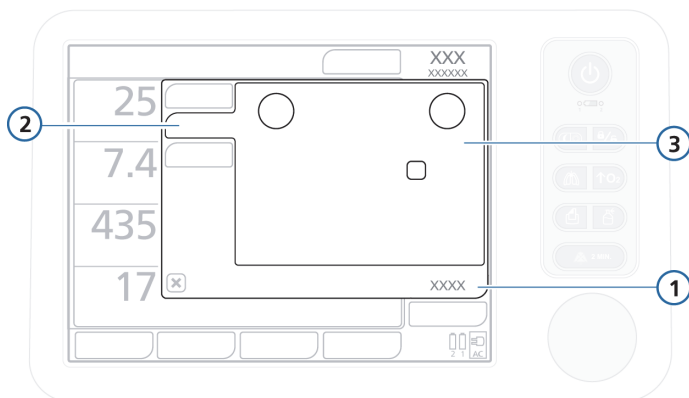

**Рисунок 5-6. Настройки на вкладке «Больше»
3. Откройте окно «Управление» -> «Больше» (рис.5-6), после чего выберите и измените необходимые параметры.
2. Откройте окно «**Управление**» -> «**Больше**» (рис. 5-6), после чего выберите и измените необходимые параметры.